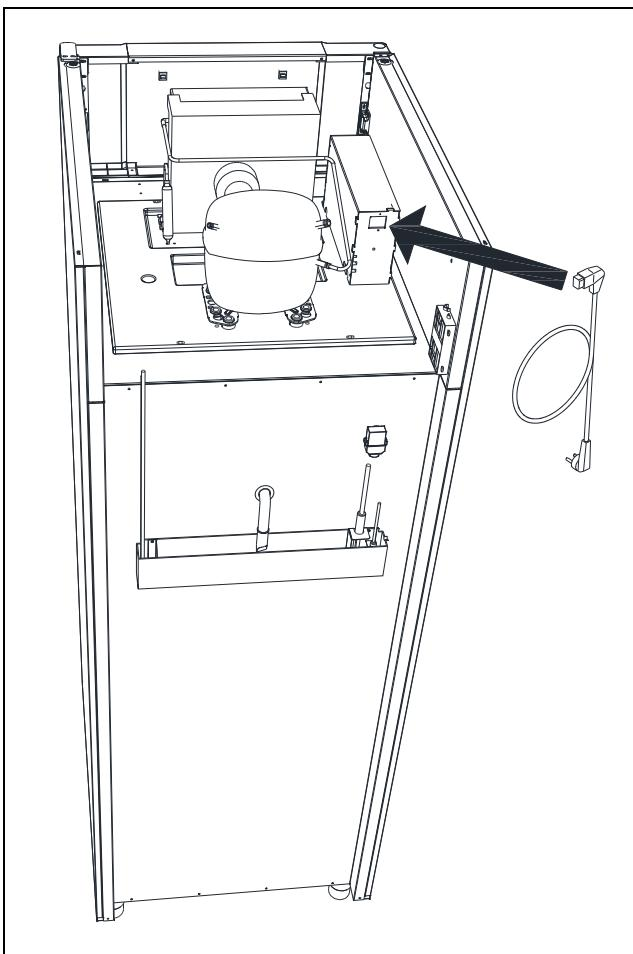

Fig. 7
-  Sluit de koelkast uitsluitend aan op de spanning die is aangegeven op het typeplaatje (zie Fig. 10). Gebruik uitsluitend de meegeleverde kabel voor aansluiting op een wandcontactdoos (zie Fig. 7).